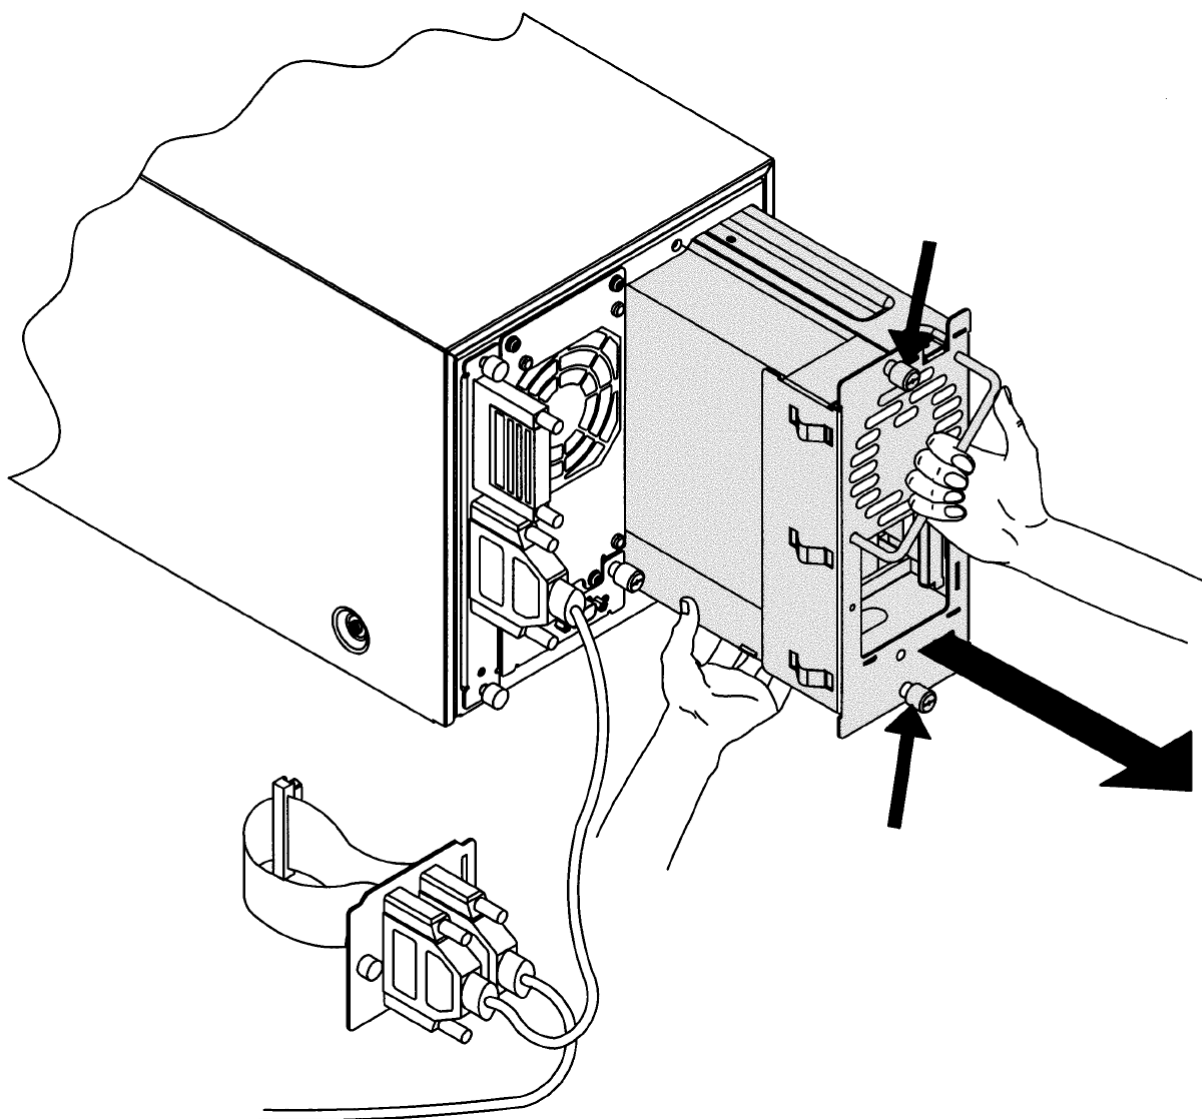

図 5.2 ドライブの取り出し
2. ドライブモジュールの中央にあるコネクタプレートの両側のつまみねじを緩めます (図5.2)。つまみねじを初めて緩める場合は、ドライバを使用してください。
6. ドライブモジュールの上部と下部のつまみねじを緩めます (図5.2)。
4. リボンコネクタをドライブモジュールの背面に接続します（図5.2）。